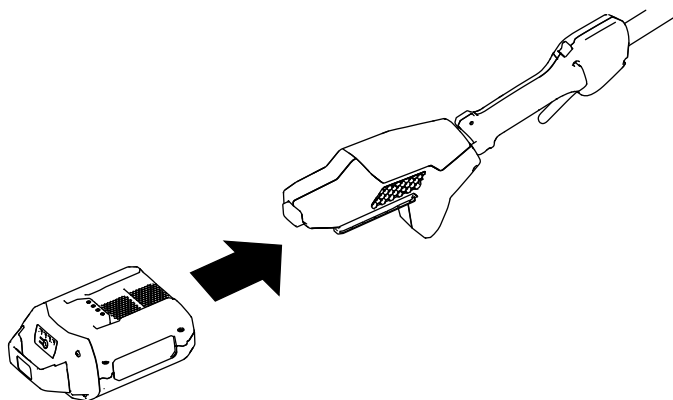

Figura 10
3. Allineate la cavità nel pacco batteria con la linguetta sull'alloggiamento dell'impugnatura (Figura 10).